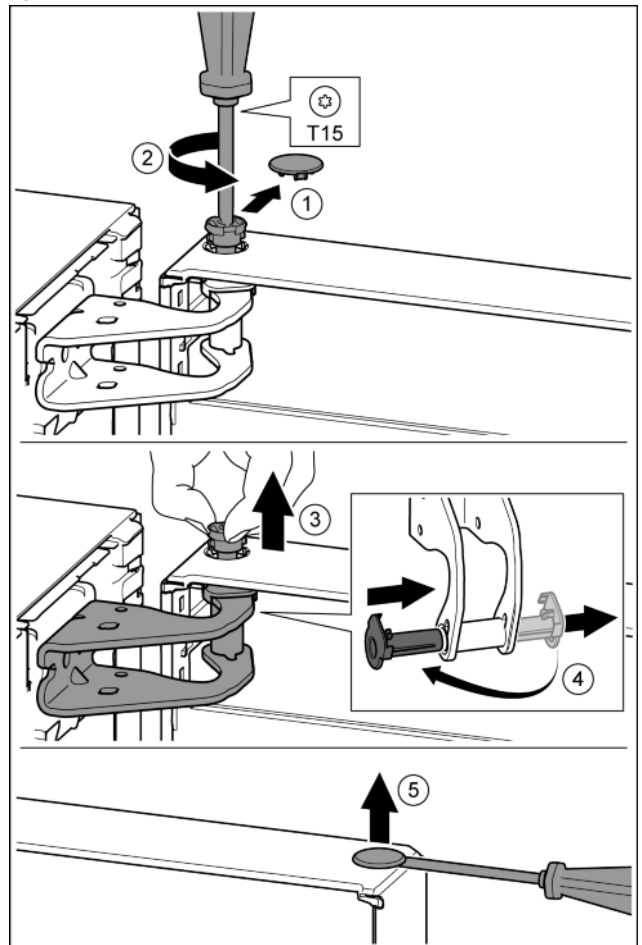

Fig. 10
- Enlever délicatement le cache de sécurité. *Fig. 10 (1)*
- Dévisser légèrement le boulon avec un tournevis T15. *Fig. 10 (2)*
- Tenir fermement la porte et sortir le boulon avec les doigts. *Fig. 10 (3)*
- Tirer la douille de palier en dehors du guide. La mettre de l'autre côté et l'enclencher. *Fig. 10 (4)*